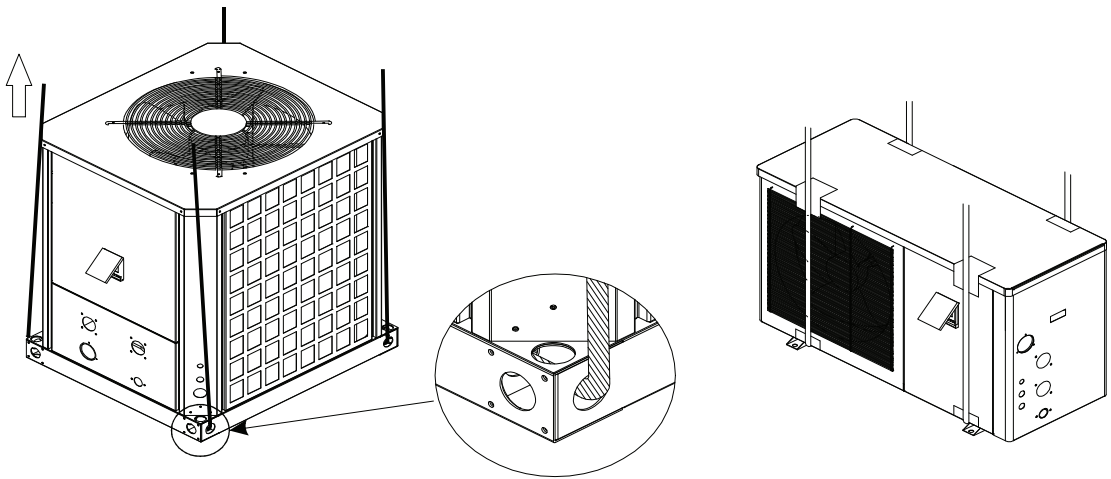

Figure 4-16
- B. Pour les modèles verticaux, passer les câbles par les 4 trous de la base et soulever la PAC. Pour les modèles horizontaux, passer les câbles par les trous des pattes de fixation (voir figure 4-16).